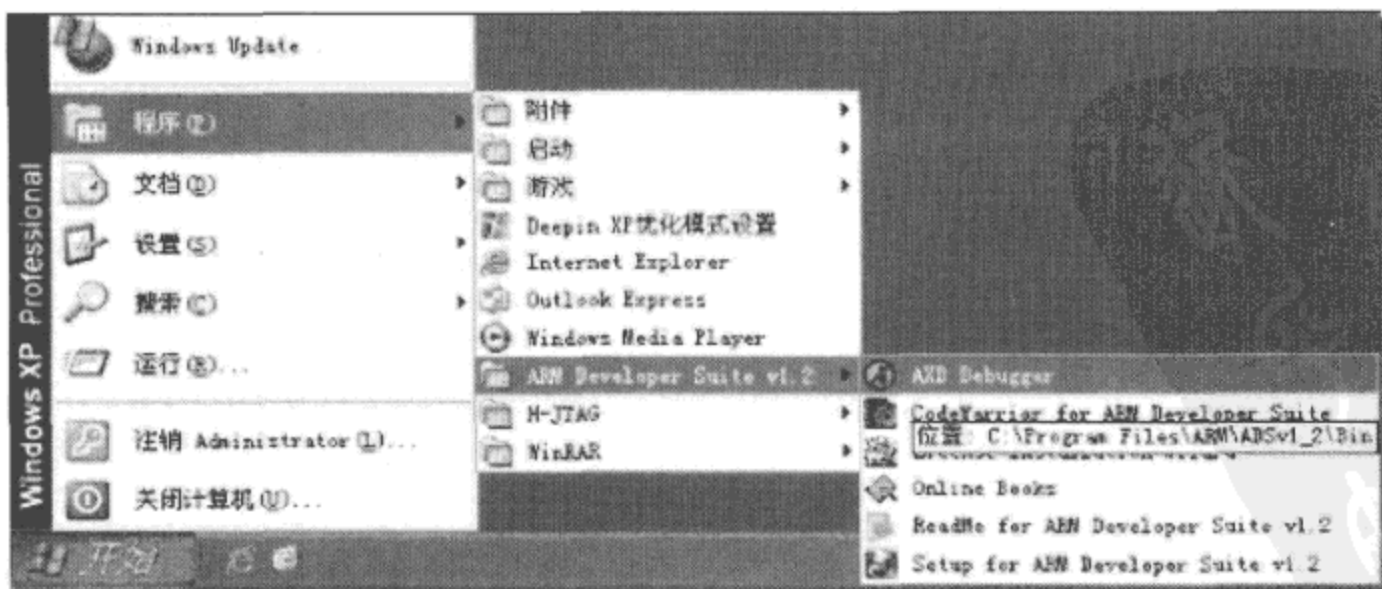

图 2-17 启动调试器 AXD
(1) 运行 AXD Debugger。如图 2-17 所示打开运行 ADS1.2 软件的调试软件—AXD Debugger: